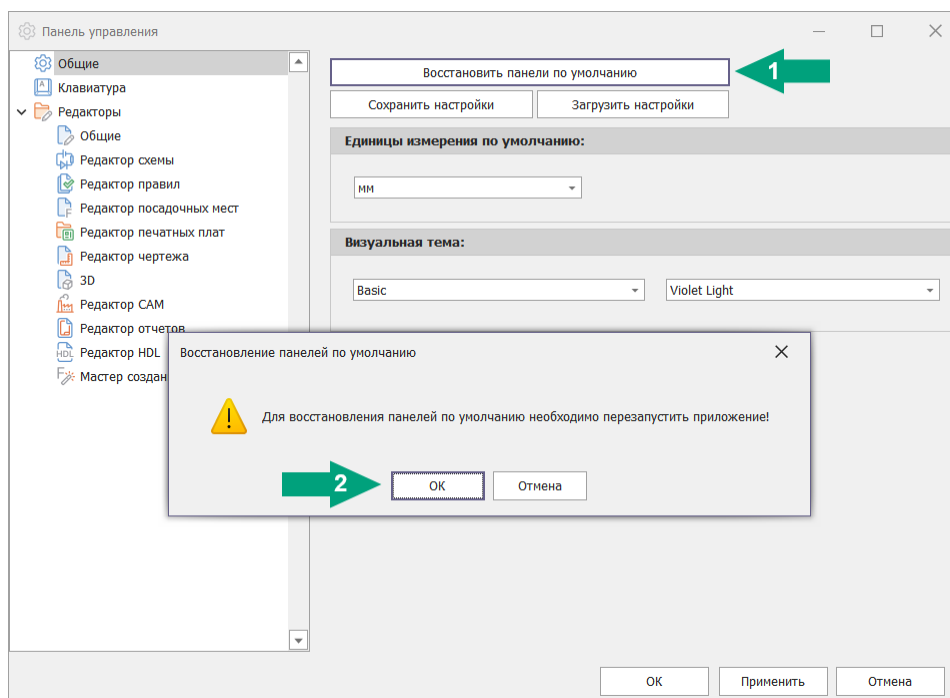

Рис. 35 Восстановление отображения функциональных панелей
2. В окне «Восстановление панелей по умолчанию» нажмите «ОК» и перезапустите программу (см. Рис. 35).